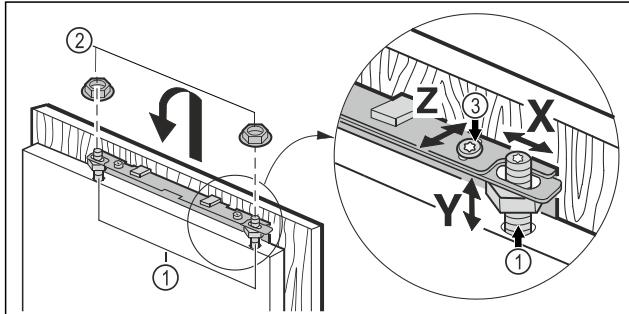

Fig. 20
- ▶ Навесьте мебельную дверь на регулировочные болты Fig. 20 (1) и накрутите контргайки Fig. 20 (2) на регулировочные болты, не затягивая.
- ▶ Выравнивание мебельной двери по высоте Y и боковому наклону: с помощью отвертки установите положение регулировочными болтами Fig. 20 (1).
- ▶ Затяните контргайки Fig. 20 (3).